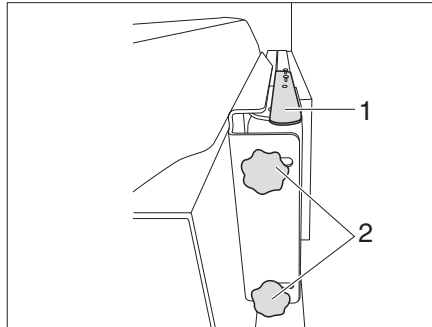

Figure 131 Support à bras articulé (variante 1)
- Pousser le levier (Figure 131,1) vers le bas pour détacher l'écran plat du dispositif de blocage. Relâcher le levier.
- Desserrer les 2 vis moletées (Figure 131,2) et faire pivoter l'écran plat dans la position souhaitée. Resserrer les vis moletées (Figure 131,2).